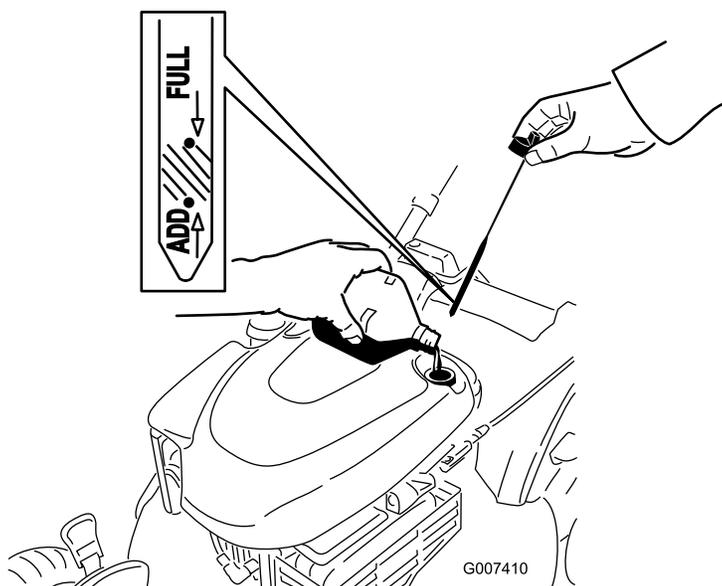

Figura 7
- Rimuovete l'asta di livello (Figura 7) e versate nel tubo di riempimento una quantità d'olio pari a circa 3/4 della capacità del carter.
5. Rimuovete l'asta di livello e controllate il livello dell'olio sulla stessa; vedere Figura 7.
- Se il livello dell'olio è troppo basso, aggiungete lentamente una piccola quantità di olio nel relativo tubo di riempimento, quindi ripetete le fasi da 3 a 5 fino a raggiungere il livello corretto mostrato in Figura 7.